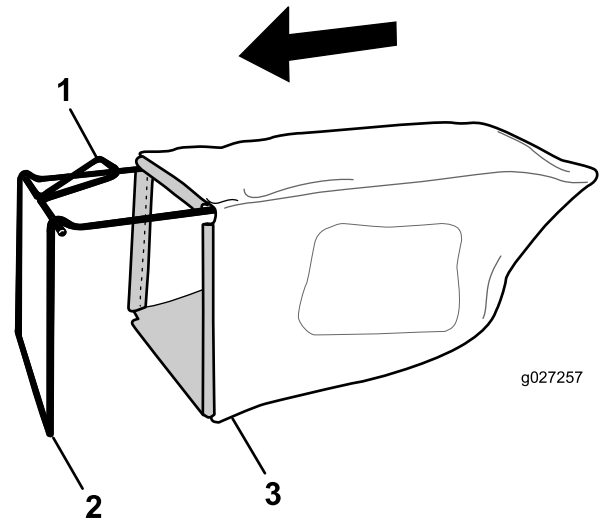

Figura 5
1. Coloque la bolsa de recogida sobre el bastidor, según se muestra en la Figura 5.
**Nota:** No coloque la bolsa sobre el manillar (Figura 5).
Esta máquina sólo funciona si la llave está introducida del todo en el receptáculo del enchufe (Figura 5). Para evitar un arranque accidental o el uso no autorizado de la máquina, retire siempre la llave del receptáculo del enchufe cuando deje la máquina sin supervisar. Guarde la llave fuera del alcance de los niños.